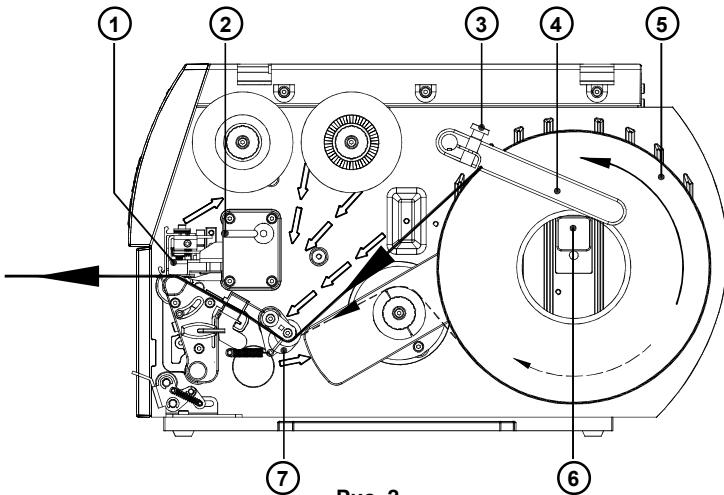

Рис. 2
1. Открутите винт с накатанной головкой (3), поверните направляющую подачу (4) вверх и выдвиньте её как можно дальше наружу.
2. Положите рулон этикеток (5) на роликодержатель (6) и отмотайте достаточно длинную полосу этикеток с рулона. Задвиньте рулон до упора.
3. Опустите направляющую подачу (4) до роликодержателя (6) вниз. Задвиньте подачу против рулона таким образом, чтобы отматывание с рулона было бы несколько затруднительным. Закрутите винт с накатанной головкой (3).
4. Поверните рычаг (2) по ходу часовой стрелки до упора и тем самым поднимите блок печатающей головки (1).
5. Выдвиньте ведущее кольцо (7) как можно дальше наружу.
6. Протяните полосу этикеток, как показано на рис. 2, через принтер. Направление движения для этикеток, свёрнутых наружу, изображено сплошной линией, направление движения для этикеток, свёрнутых вовнутрь, изображено пунктирной линией.
7. Установите световой затвор этикеток (8) таким образом, чтобы чувствительный датчик (9) мог регистрировать пропуски между этикетками или отражающую и перфорированную маркировку. Для юстировки задвиньте световой затвор в нужное положение, при помощи грифа (10).